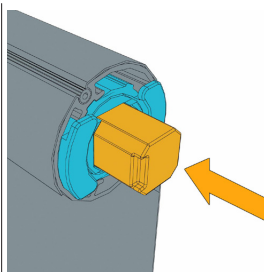
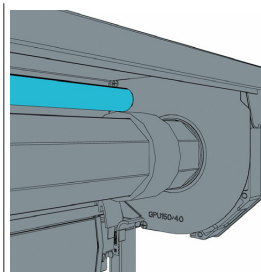

Рис. 21. Подпружиненная часть опоры
Рис. 22. Установка правой части вала с антимоскитной сеткой
- установить правую часть вала, при этом нажать на выступающую подпружиненную часть опоры M-OP (рис. 21) так, чтобы она вошла в вал, и завести в отверстие кронштейна M-BR-R или ограничительной пластины GPU до характерного отщелкивания (рис. 22);